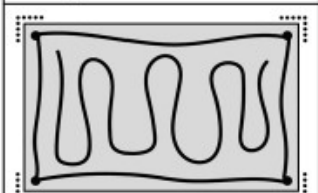

Fig. 2
3. Remove and apply sealant to the back side of the tile as required. (Fig. 2)
3. Levántela y póngale un pegamento al lado posterior de la baldosa como necesario. (Fig. 2) **NOTA:** Use el pegamento según las instrucciones del fabricante.